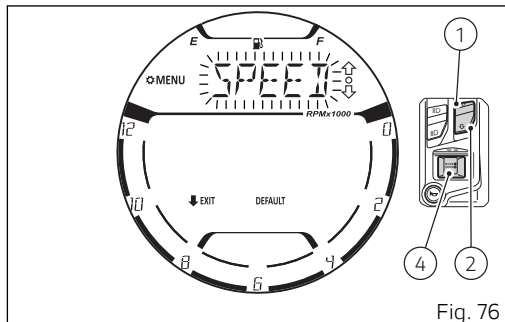
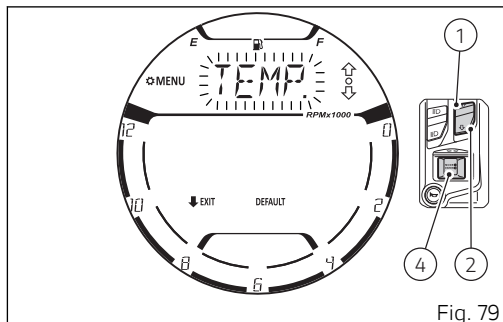
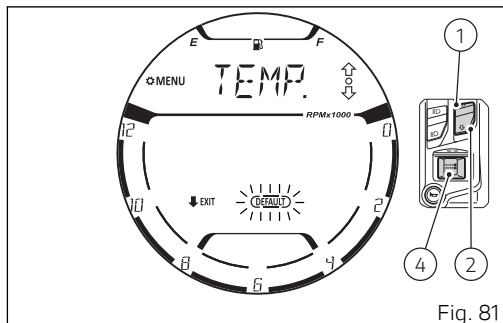

Fig. 76
Fig. 79
Fig. 81
Al acceder a esta función el salpicadero muestra como primer valor la velocidad/distancia recorrida "SPEED" (Fig. 76).
Cada vez que se presiona el pulsador (1) o el pulsador (2) el salpicadero visualiza de manera parpadeante y progresiva, la configuración "TEMP." (Fig. 79), el borde de la inscripción "DEFAULT" (Fig. 81) para luego volver al valor "SPEED" (Fig. 76) parpadeante.
Mediante los pulsadores (1) y (2) seleccionar el valor parpadeante "TEMP." (Fig. 79) y presionar el pulsador (4).
En alternativa con los pulsadores (1) y (2) es posible seleccionar la unidad de medida deseada haciéndola parpadear. Presionar el pulsador (4) para confirmar. Luego el display vuelve a visualizar la inscripción "TEMP." parpadeante (Fig. 79).
Mediante los pulsadores (1) y (2) seleccionar la indicación "DEFAULT" con borde parpadeante (Fig. 81) y presionar el pulsador (4).